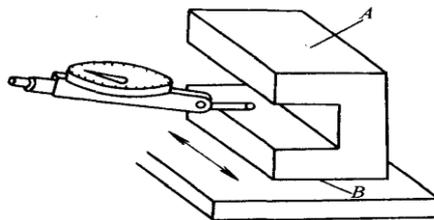

图 C-92 用杠杆百分表检测沟槽的对称度
4. 直角沟槽的测量尺寸精度较高的槽可用极限量规检验。直角沟槽的对称度，可用游标卡尺、千分尺或杠杆百分表检验。用杠杆百分表检验对称度时，工件分别以侧面 A、B 为基准面，放在平板平面上，使表的触头触在槽的侧面上，移动工件检测，指针读数的最大差值即为对称度误差，见图 C-92。